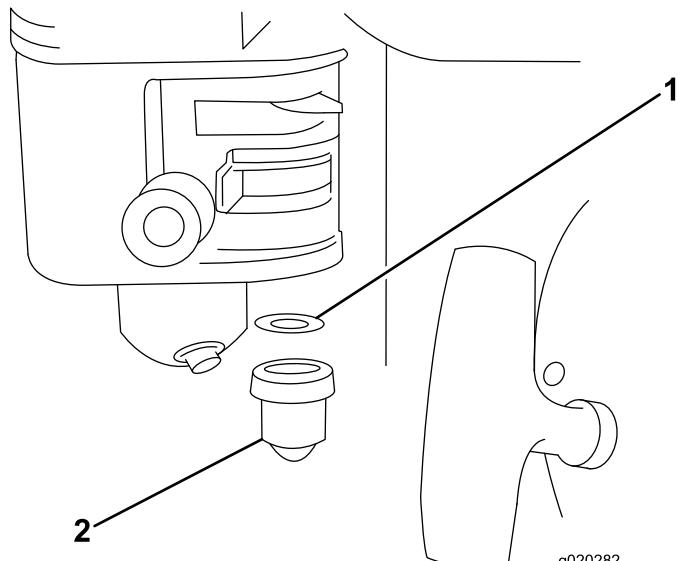

Figure 16
4. Déposez la cuvette de décantation et le joint torique (Figure 16).